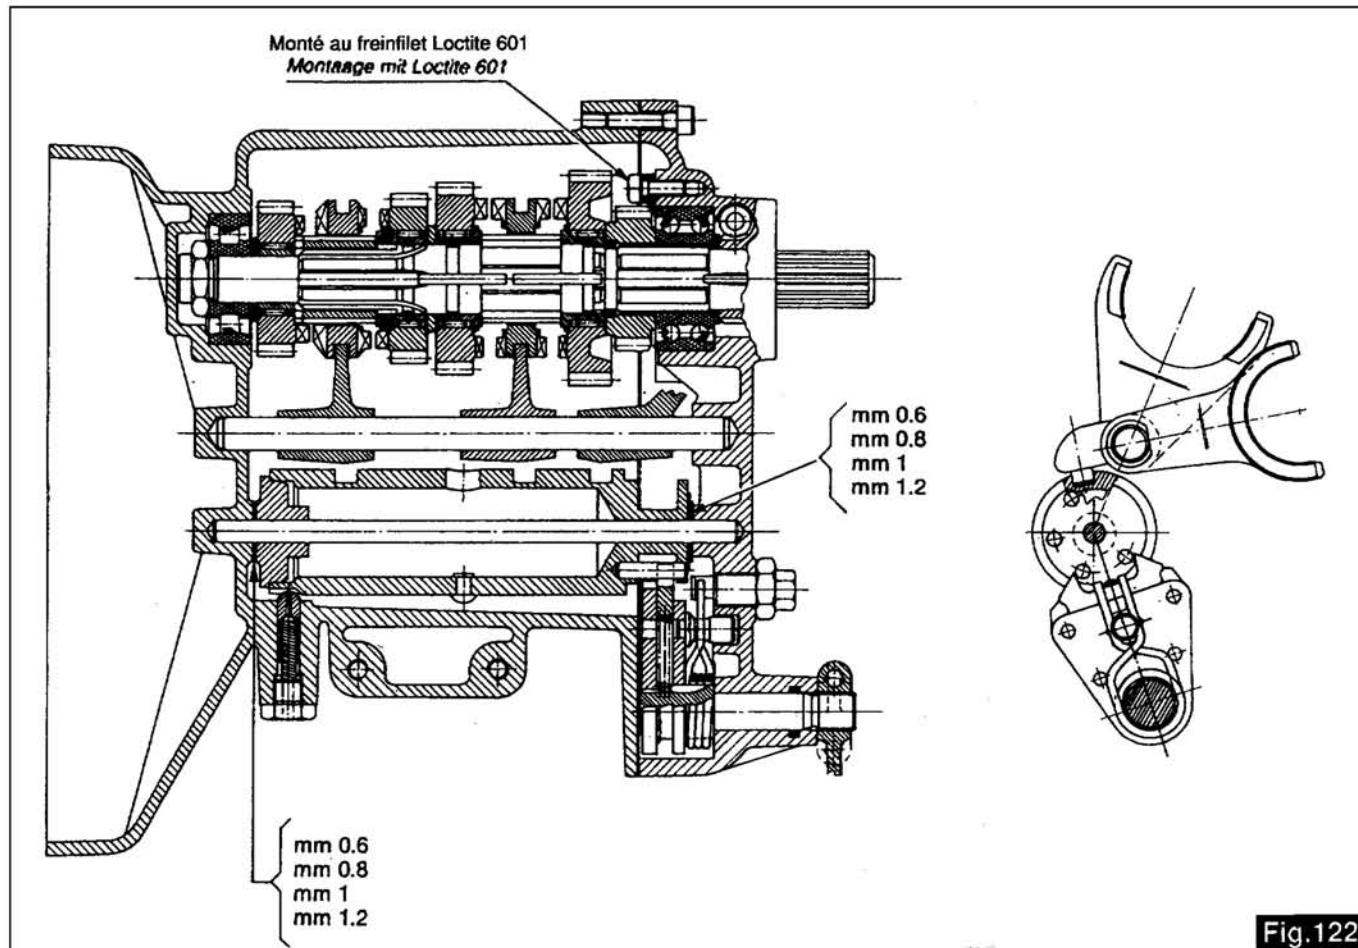

Fig.122
■ engagez les vitesses de la 1^e à la 5^e et vice-versa, puis au point mort. Si le passage de vitesses n'est pas souple, il y a lieu de démonter de nouveau le couvercle et de placer d'autres rondelles d'épaisseur entre le carter et le tambour en cas d'enclenchement dur de la 1^e et la 3^e et entre le tambour et le couvercle dans le cas où la 2^e et la 4^e s'engagent difficilement. Les rondelles sont fournies en mesures de 0,6 - 0,8 - 1 - 1,2 mm (voir fig.122).
■ Schaltkupplung vom 1. bis zum 5. Gang prüfen; vom 5. Gang auf den 1. Gang zurückschalten und schließlich Leerlauf einlegen. Sollte beim Schalten leichter Widerstand auftreten, muß der Deckel erneut abmontiert werden und entsprechend Zwischenlegescheiben zwischen Gehäuse und Trommel eingefügt werden, falls der Widerstand beim Schalten zwischen dem 1. und 3. Gang auftritt und zwischen Trommel und Gehäuse, falls der Widerstand beim Schalten zwischen dem 2. und 4. Gang auftritt. Die Distanzscheiben werden in den folgenden Stärken geliefert: 0,6 - 0,8 - 1 - 1,2 mm (siehe Abb.122).